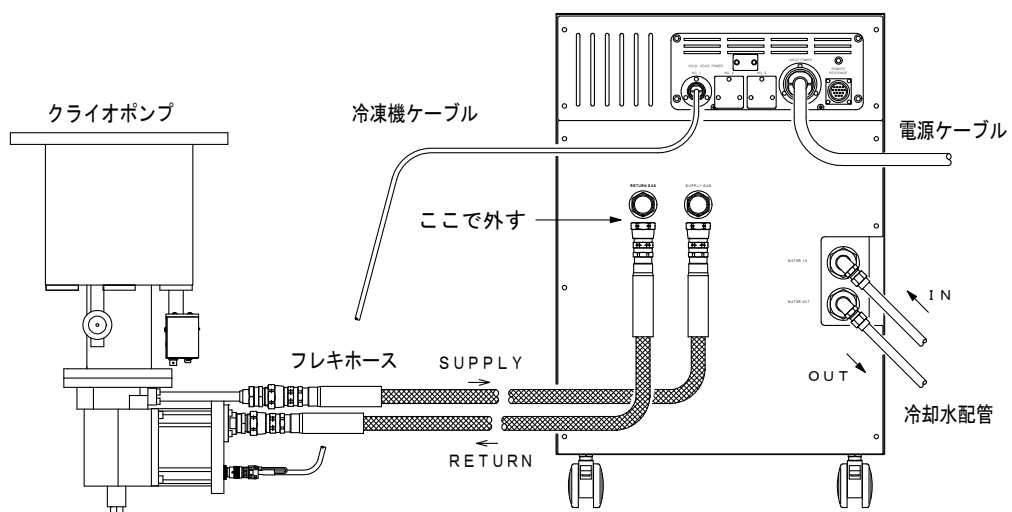

図 8-2 フレキホースの切り離し
3. 停止したらずぐに、コンプレッサユニット側SUPPLY、RETURNのフレキホースをはずしてください（図8-2）。